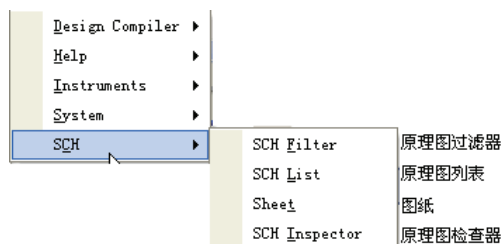

图 5-12 原理图面板标签包含的面板
(5) 原理图面板标签 **SCH** 中共有 4 个面板，如图 5-12 所示。